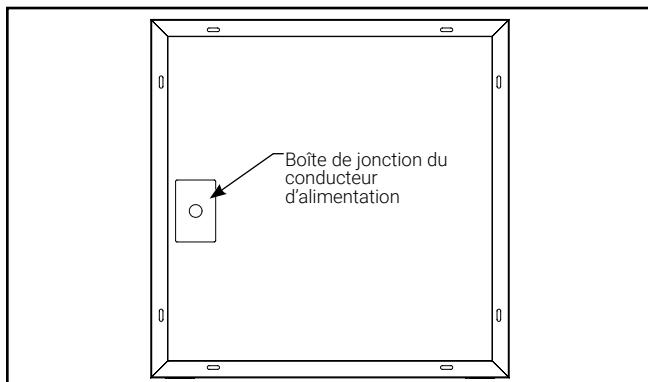

Figure 4.
**Note:** Il est recommandé d'installer le boîtier de sorte que la boîte de jonction du conducteur d'alimentation soit située à l'une des extrémités du boîtier. Cela assurera qu'il y a suffisamment d'espace à l'intérieur du boîtier pour l'excédent de conduit métallique flexible. (Figure 4.)